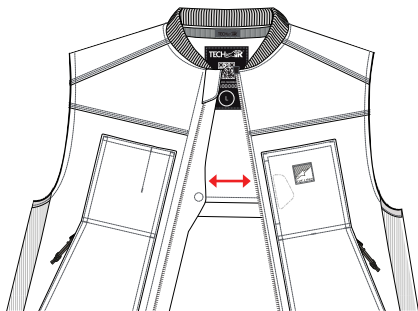

图 10
如图 10 所示，保持激活拉链 (1) 打开，以关闭系统。在储存、运输或发货时，请始终保持系统处于此状态（参见第 14 节 “清洁、储存和运输”）。
**警告！** 当您不骑摩托车时，即使您继续佩戴该系统，也必须打开激活拉链 (1) 关闭该系统。虽然该系统已针对许多非骑行活动进行了评估，但保持系统开启和/或激活状态会增加意外启动的可能性，并耗尽电池电量。因此，原则上在不骑车时一定要打开启动拉链 (1)。